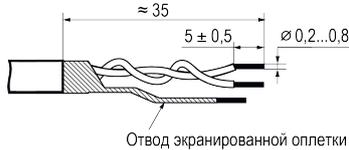

Рисунок 5.1 – Подготовка кабеля
**Подготовка кабеля к монтажу** (см. рисунок 5.1):